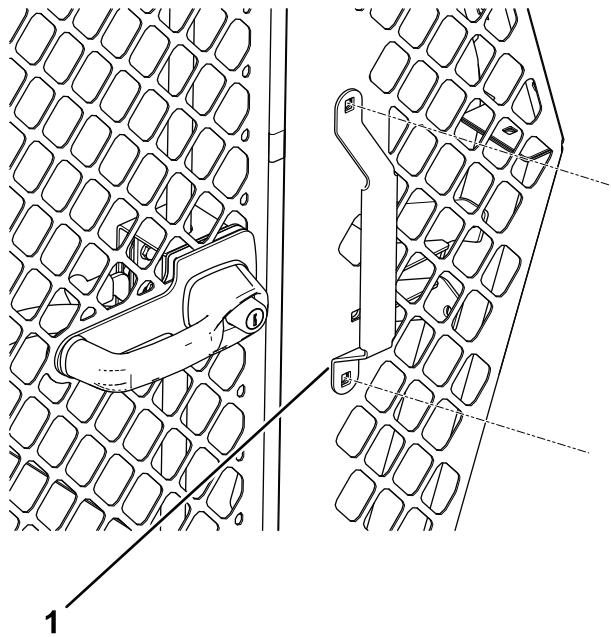

Figura 7
10. Utilize parafusos de cabeça de tremoço (5/16 pol. x 3/4 pol.) e porcas flangeadas (5/16 pol.) para instalar a pega no painel do lado esquerdo (Figura 7).